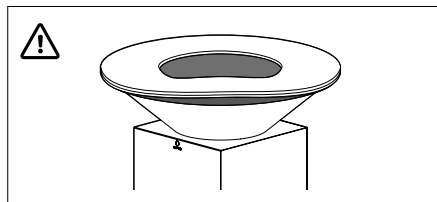

Fig. 1 - Plancha deformada debido al uso de demasiada madera tropical al mismo tiempo
- Tenga mucho cuidado con el uso de madera dura tropical, la cual genera mucho calor. Si se usa demasiada cantidad de ella, la placa podría deformarse (véase Fig. 1).